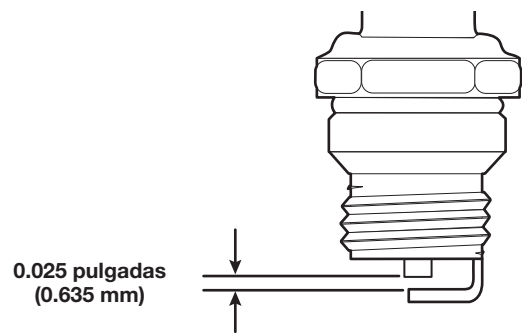

Fig. 40
6. Use un calibrador de separación para ajustar una separación de aire de **0.025 pulgadas (0.635 mm)** (Fig. 40).